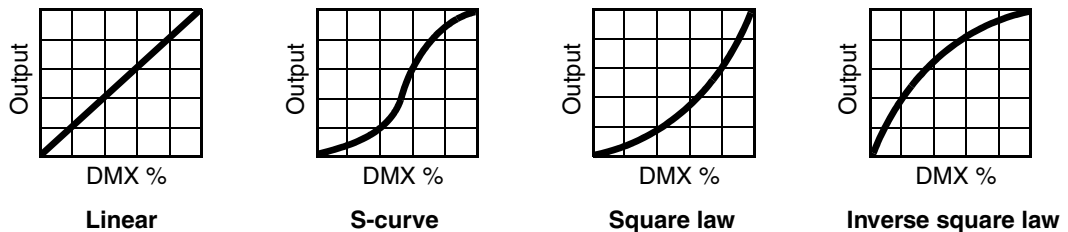

Figure 9: Options de gradation
- **DIMMER CURVE** fournit 4 courbes de gradation qui s'appliquent autant au faisceau qu'à l'aura (voir Figure 9):